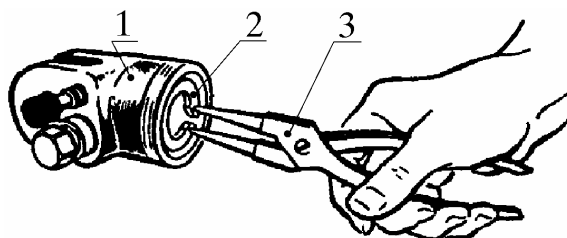

Рис. 10. Снятие упорного кольца:
3.14. Оправка технологическая - для запрессовки запорного кольца, (рис. 10).
4.6.3.4. Вынуть два упорных кольца 2 из колесного цилиндра, как показано на рис. 10, предварительно щипцами ослабив посадку колец